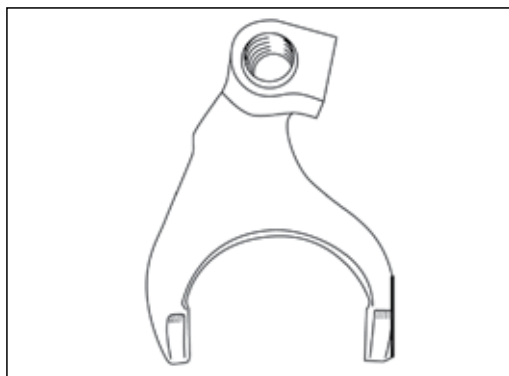

Рис. 14
12. Доработайте вилку переключения шестерни промвала (включение переднего моста), которая при включении переднего моста будет упираться в вал заднего моста. Доработку произведите согласно Рис.14 (по месту).